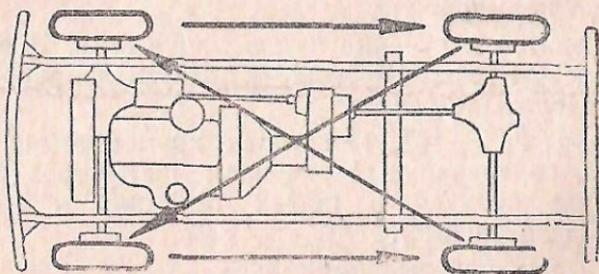

Рис. 92. Схема перестановки колес
7) для увеличения срока службы шин через 3000—5000 км пробега (приурочивая к плановому осмотру автомобиля) переставлять шину с передней оси на заднюю и с одной стороны на другую, как показано на рис. 92;